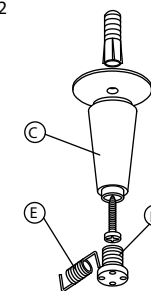

Fig.4
5. Den Stoff durch die Löcher F an den Federenden stecken Abbildung 4.
5. Collocare la tela, mettendo i fori F agli estremi della molla fig 4.
5. Placer la toile en mettant les trous F aux extremités du ressort fig 4.
5. Colocar la tela metiendo los agujeros F en los extremos del muelle (fig 4).